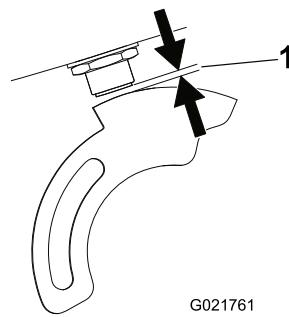

Figura 15
5. Usando las contratuerzas, ajuste el interruptor de proximidad hacia arriba o hacia abajo hasta que la distancia entre el émbolo del interruptor y la placa del sensor sea de 3,8 a 4,3 mm (Figura 15). Apriete las contratuerzas a 20 Nm cuando la distancia sea correcta.